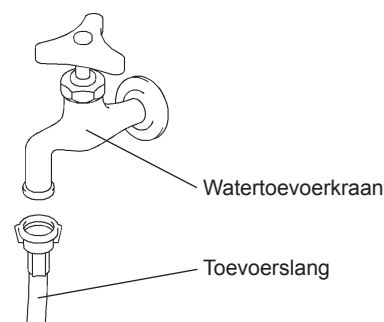

Fig. 4
- 1) Bevestig het vrije uiteinde van de toevoerslang aan de afsluitkraan (fig.4). Zorg ervoor dat de afdichtring goed is aangebracht voordat u de aansluiting handvast aandraait om een waterdichte verbinding te verkrijgen. Het verdient aanbeveling een afsluitkraan te monteren op een goed bereikbare plek.